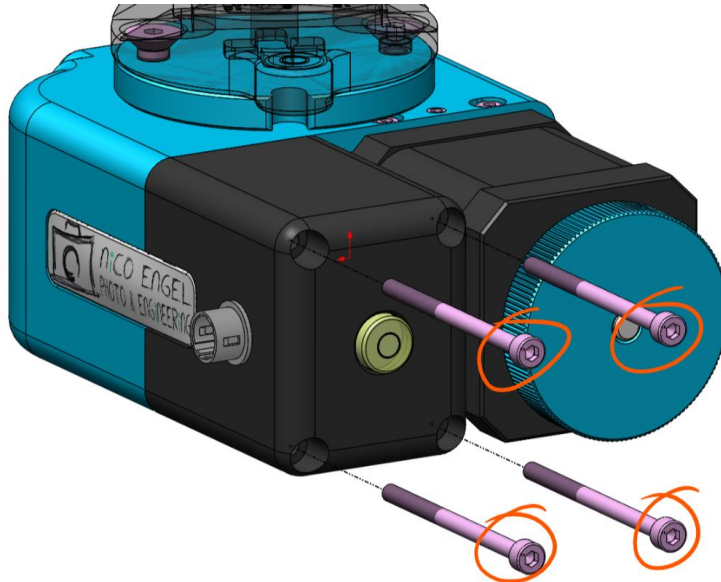

Bild 6
1. Vier Zylinderschrauben DIN 912 – M3x45 (Bild 6) an der Motorabdeckung lösen.